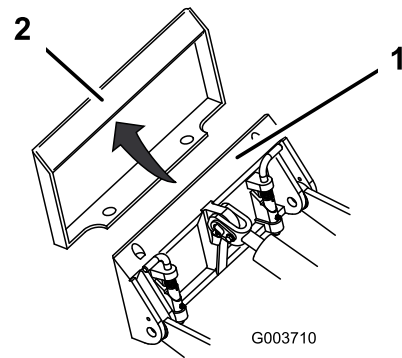

Рисунок 24
4. Вставьте монтажную пластину под верхнюю кромку установочной пластины навесного оборудования (Рисунок 24).